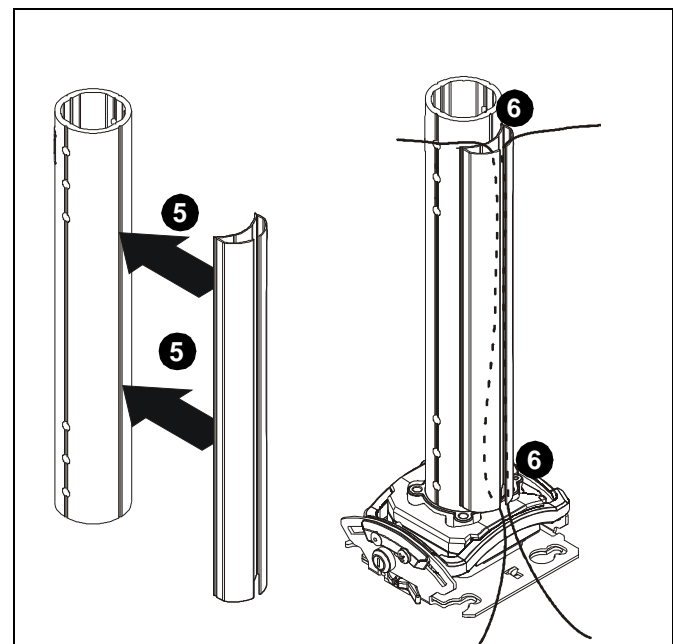

Abb. 1
3. Montieren und befestigen Sie die (nicht mitgelieferte) Halterung gemäß der der Halterung beiliegenden Anleitung am unteren Ende der Ausziehsäule (A).
4. Entfernen Sie die Klebefolie von der Rückseite der Kabelabdeckung (B).
5. Platzieren Sie die Kabelabdeckung (B) an der gewünschten Stelle der Säule (A). (Siehe Abb. 1)
**HINWEIS:** Sie können die Kabelabdeckung (B) bei Bedarf in kleinere Stücke schneiden. Verwenden Sie ein Teppichmesser (Allzweckmesser) zum Zerschneiden der Abdeckung und platzieren Sie die Stücke an den gewünschten Montagestellen.
6. Führen Sie die erforderlichen Kabel durch die Abdeckung (B). (Siehe Abb. 1)